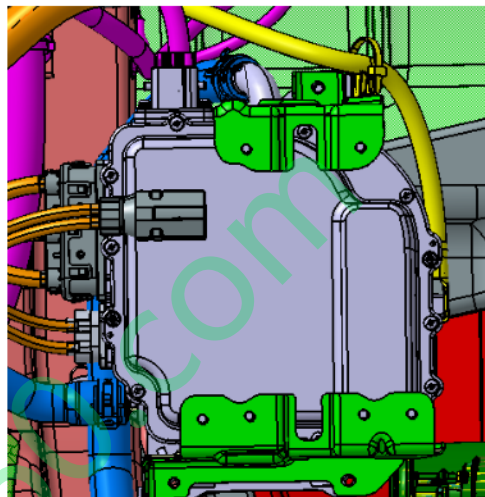
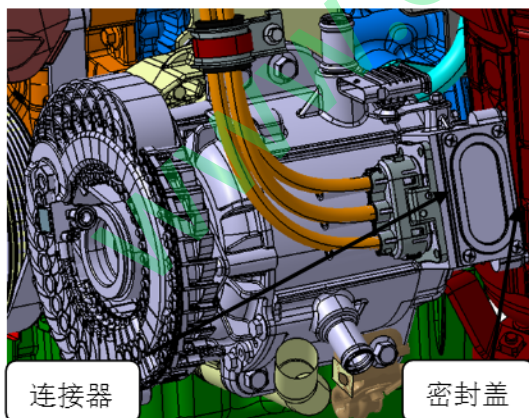
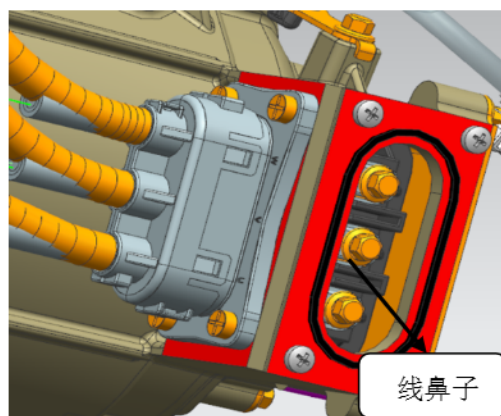

图 6.2
图 6.3
图 6.4
- ① 将 BSG 电控上方的分线盒拆掉
- ② 拔掉 BSG 电控直流母线
- ③ 拆卸 BSG 电控连接 BSG 电机端的三相线
- ④ 拔掉 BSG 电控低压线束
- ⑤ 拆卸 BSG 电控搭铁线
- ⑥ 拔掉 BSG 电控进出水管路
- ⑦ 将 BSG 电控与支架连接的 3 个螺栓拧松，取下来
- ⑧ 将 BSG 电控支架从 BSG 电控上拆掉
步骤①② 将 BSG 电控上方的分线盒拆掉并拔掉 BSG 电控直流母线（图 6.2→图 6.3）
步骤③ 拆卸 BSG 电控连接 BSG 电机端的三相线，先将密封盖打开（如图 6.3），然后线鼻子紧固螺栓、连接器紧固螺栓拧开，三相线拔出（如图 6.4）。